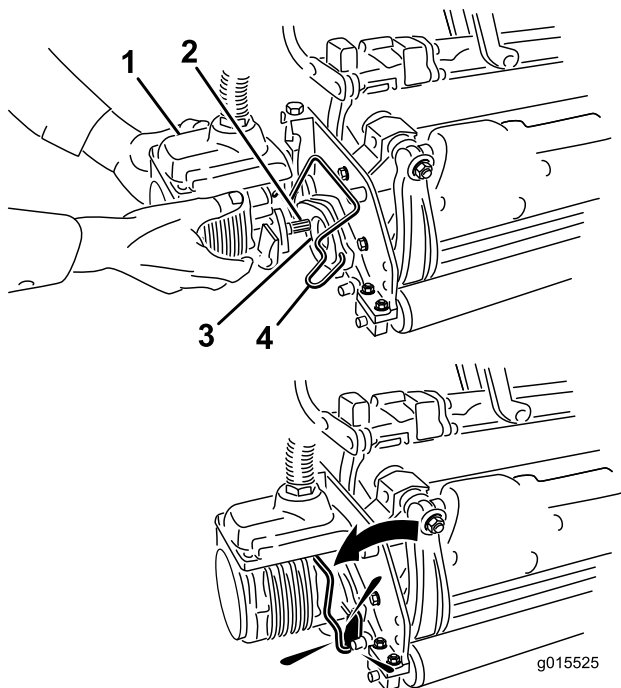

Figura 37
6. Spalmate del grasso pulito sull'albero scanalato del motore dell'apparato di taglio (Figura 37).
7. Inserite il motore nel lato sinistro dell'apparato di taglio (come mostrato dalla posizione dell'operatore) e tirate la barra di fissaggio del motore sull'apparato di taglio verso il motore stesso fino a udire chiaramente uno scatto da ambo i lati del motore (Figura 37).